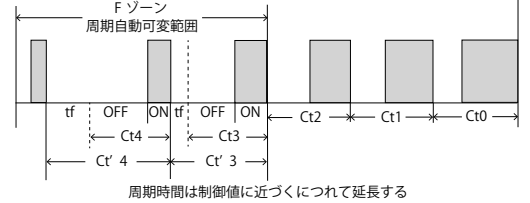

図7
pH制御の場合、偏差が小さくなってきたときの薬液コントロールが非常に重要で、pH制御特有の性質のため、少量の薬液の注入により制御結果が制御値を超える場合があります。このように偏差が小さくなってきたときに、通常の時分割比例制御のOFF時間をさらに延長し、ON/OFFの比率を微調整するための1つの手法として考え出されたものがFゾーン (周期自動可変機能) (図7参照) で、バッチ処理のプロセスに有効な制御方式です。
- Fゾーン** : 偏差がある範囲内 (Fゾーン) に入ると、周期 (Ct) が偏差に応じて自動的に延長します。また周期を延長できる時間「1.ctE」がゼロに設定している場合は無効になります。偏差がFゾーンの設定値内に入れば、Fゾーン (周期自動可変) 機能が動作します。50% に設定した場合は、比例帯が 2 pH ならば、偏差が 1 pH 以下になると Fゾーン機能が動作し始めます。このとき、最大周期は周期延長時間「1.ctE」で設定した時間 (秒) 以上には延長しません。実際に延長する時間は下記の式で表します。偏差がゼロになるにつれ、周期延長時間が急激に大きくなります。(図7参照)